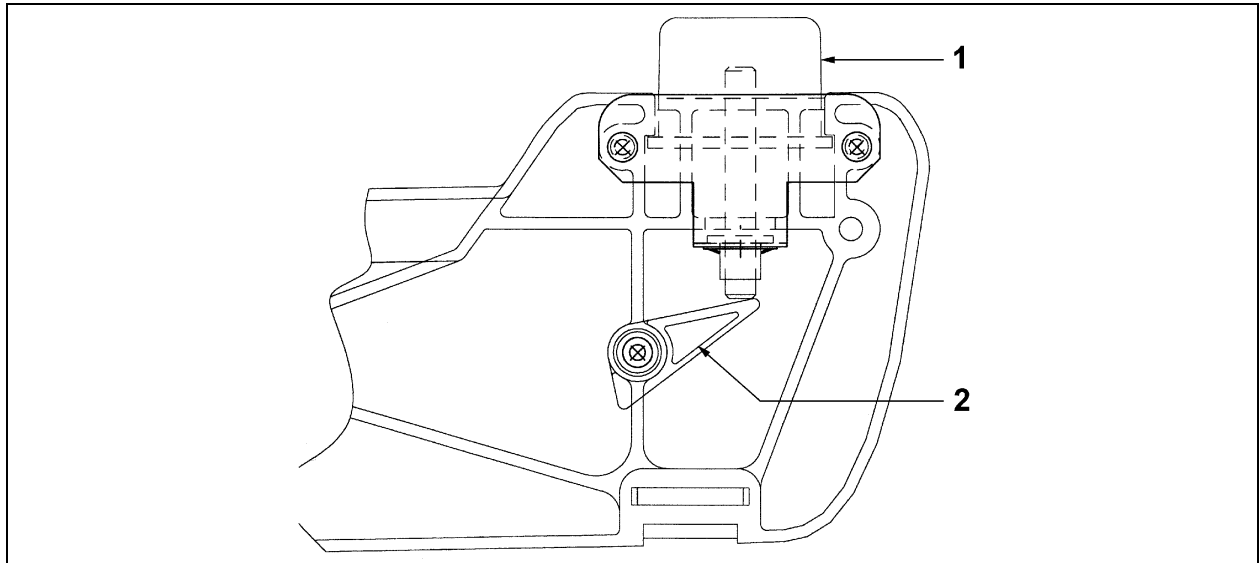

Figure 9 : Mécanisme à retirer (1) Bouton poussoir; (2) Levier triangulaire.
- Enlever le bouton-poussoir actuel et les plaquettes de métal vissées (figure 9, élément 1);
- Enlever la vis, le ressort et le levier triangulaire qui actionnaient le cylindre (figure 9, élément 2);